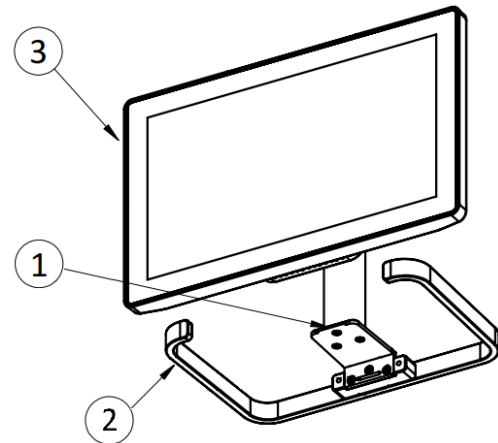

Fig. 3-4 Ensamblado del módulo de soporte de monitor.
Una vez realizado el montaje de la unidad ventilatoria sobre el pedestal, debe montarse el monitor. Para ello, primero fijar el aro del módulo (2) al brazo del monitor (3) con los 3 tornillos en la ubicación (1) (Fig. 3-4).